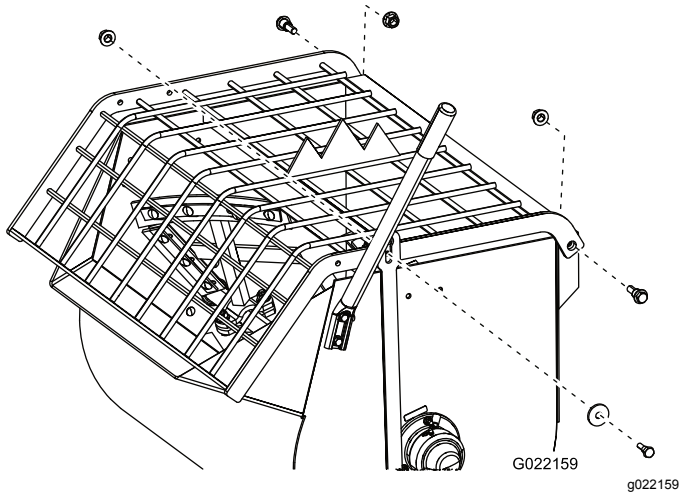
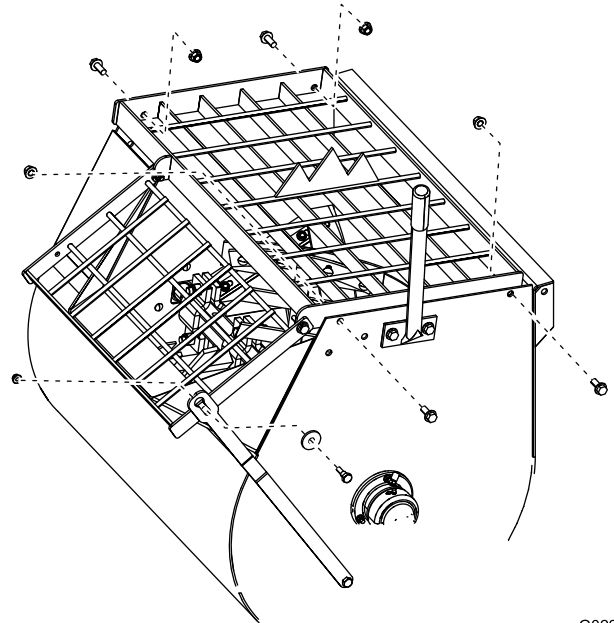
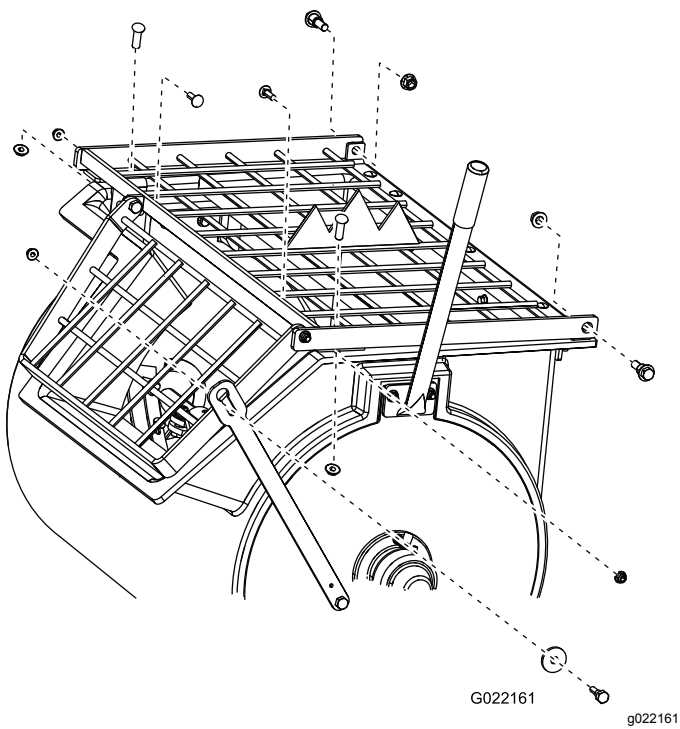

Figura 39
Figura 41
Figura 40
- Retire las tuercas y los pernos que sujetan la rejilla al tambor, y retire la rejilla (Figura 39, Figura 40 o Figura 41).